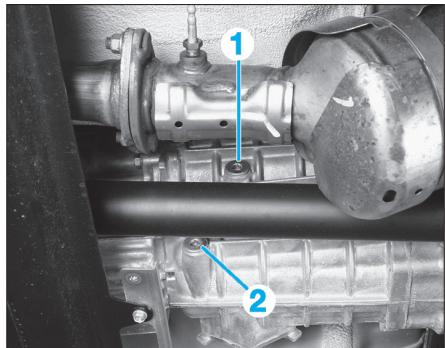

FIG. 1
- Déposer le bouchon de remplissage (1) d'huile et son joint (Fig.1).
- Déposer le bouchon de vidange (2), son joint et laisser couler l'huile .